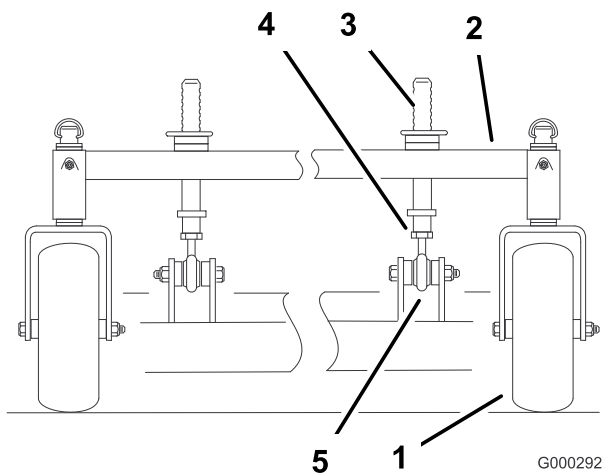

Bild 57
- Durch Einstellen der vorderen Schnitthöhensäulen lässt sich die Längsneigung einstellen (Bild 57).
2. Lockern Sie zum Anheben der Vorderseite des Mähwerks die Klemmmutter und drehen Sie den vorderen Stift nach rechts (Bild 57).
3. Lockern Sie zum Absenken der Vorderseite des Mähwerks die Klemmmutter und drehen den vorderen Stift nach links (Bild 57).
6. Ziehen Sie dann die Klemmmuttern fest (Bild 57).